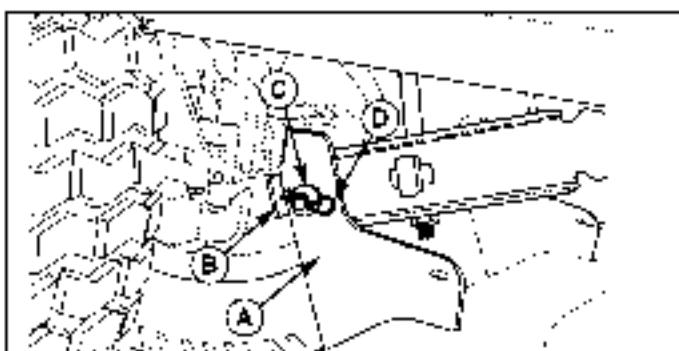

Figura 14. Palancas elevadoras
4. Retire la horquilla (D, Figura 14) y la arandela (C). Desconecte las placas elevadoras del cortacésped (A) de las palancas elevadoras del tractor (B). Vuelva a instalar las arandelas (C) y las horquillas (D) a fin de evitar pérdidas.
4. Vuelva a instalar las horquillas (D, Figura 14) y las arandelas (C) en las placas elevadoras del cortacésped (A) y en las palancas elevadoras del tractor (B).